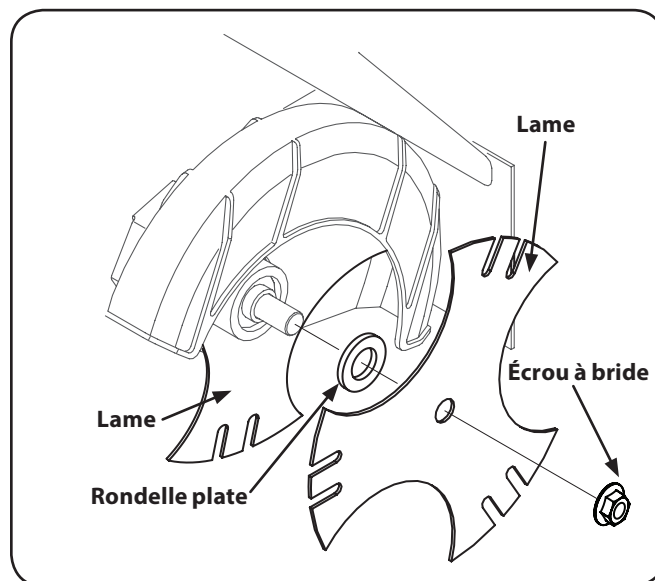

Figure 5-5
1. Utilisez deux clés (une clé pour retenir la tête du boulon et l'autre pour desserrer l'écrou à bride) pour enlever l'écrou qui retient la lame. Ne retirez pas la lame. Voir Figure 5-5.
2. Installez la rondelle plate et la lame de tranchée fournie avec l'appareil. Voir Figure 5-5.